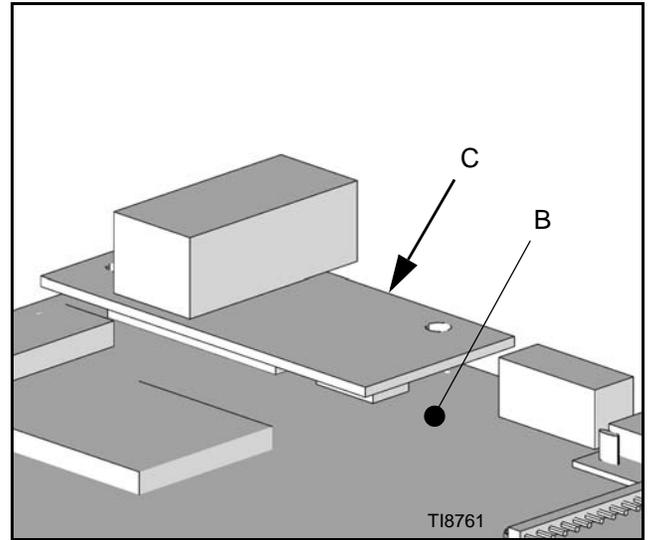
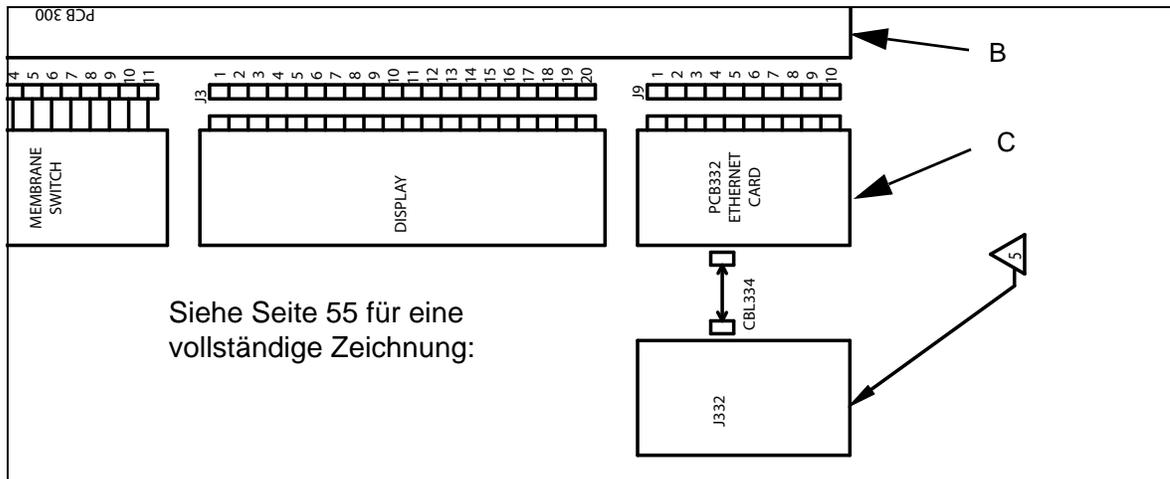

ABB. 42
ABB. 43
5. Die Ethernet-Gruppe 249183 (C) in J9 stecken. Dabei darauf achten, dass der RJ45-Stecker nach unten gerichtet ist. Siehe ABB. 42 und ABB. 43.
6. Die Ethernet-Gruppe 249183 (C) mit den mitgelieferten Befestigungsteilen an der EasyKey-Anzeige 249480 (B) befestigen.